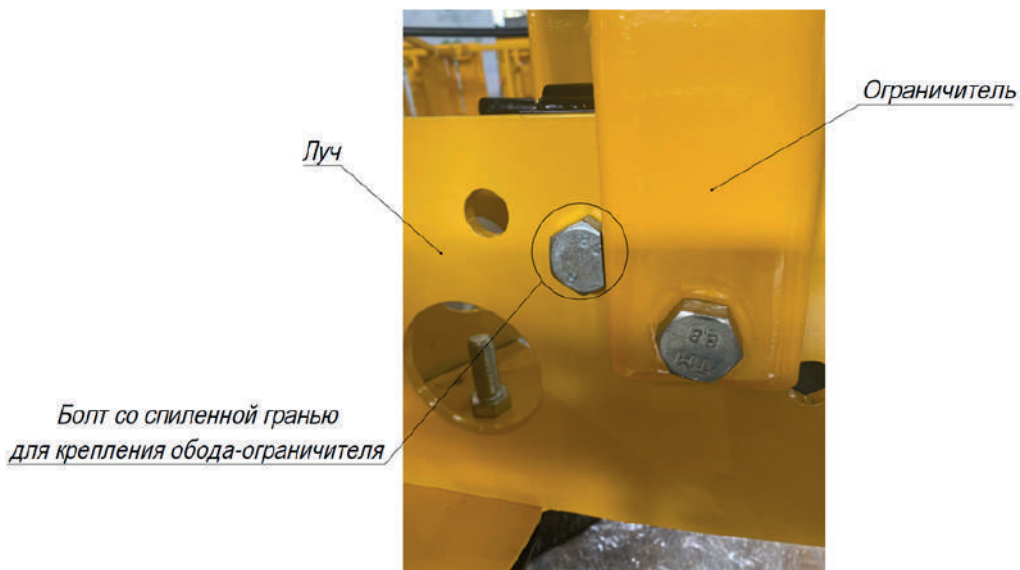

Рис. 11. Расположение ограничителя справа от отверстия для крепления обода-ограничителя
2. При установке ограничителя в отверстие, находящееся справа от отверстия для крепления обода-ограничителя, разверните болт спиленной гранью к ограничителю (направо) (см. рис. 11).